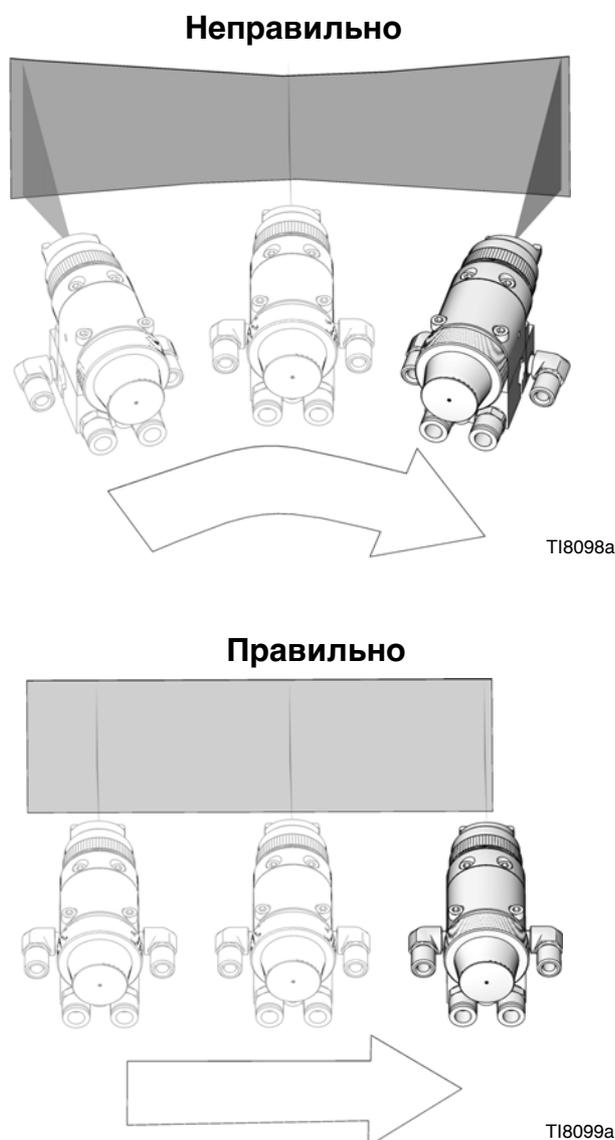

Рис. 12. Правильный способ распыления
- Распыляйте плавными, параллельными движениями, с 50% перекрытием, вдоль поверхности. См. Рис. 12.